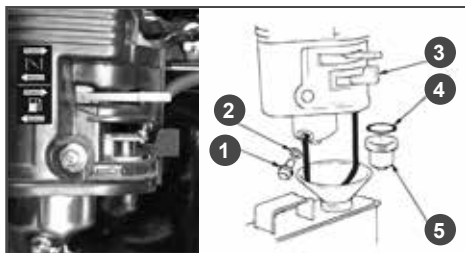

Рис.23 Обслуживание фильтра-отстойника карбюратора
1. Установите топливный рычаг в положение «ЗАКРЫТО» Рис. 23.